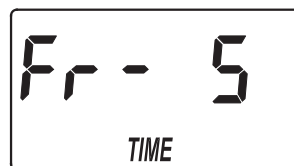

РИС.33
1. Если вы завершили предыдущий этап, то на дисплее должно появиться окно для задания продолжительности быстрой промывки (см. Рисунок 33). В противном случае нажмите и удерживайте на протяжении 3 секунд кнопку ВЫБОР (SELECT) до тех пор, пока на дисплее не появится "000 - -", затем четыре раза нажмите кнопку ВЫБОР (SELECT), чтобы отобразить на дисплее окно для задания продолжительности быстрой промывки.